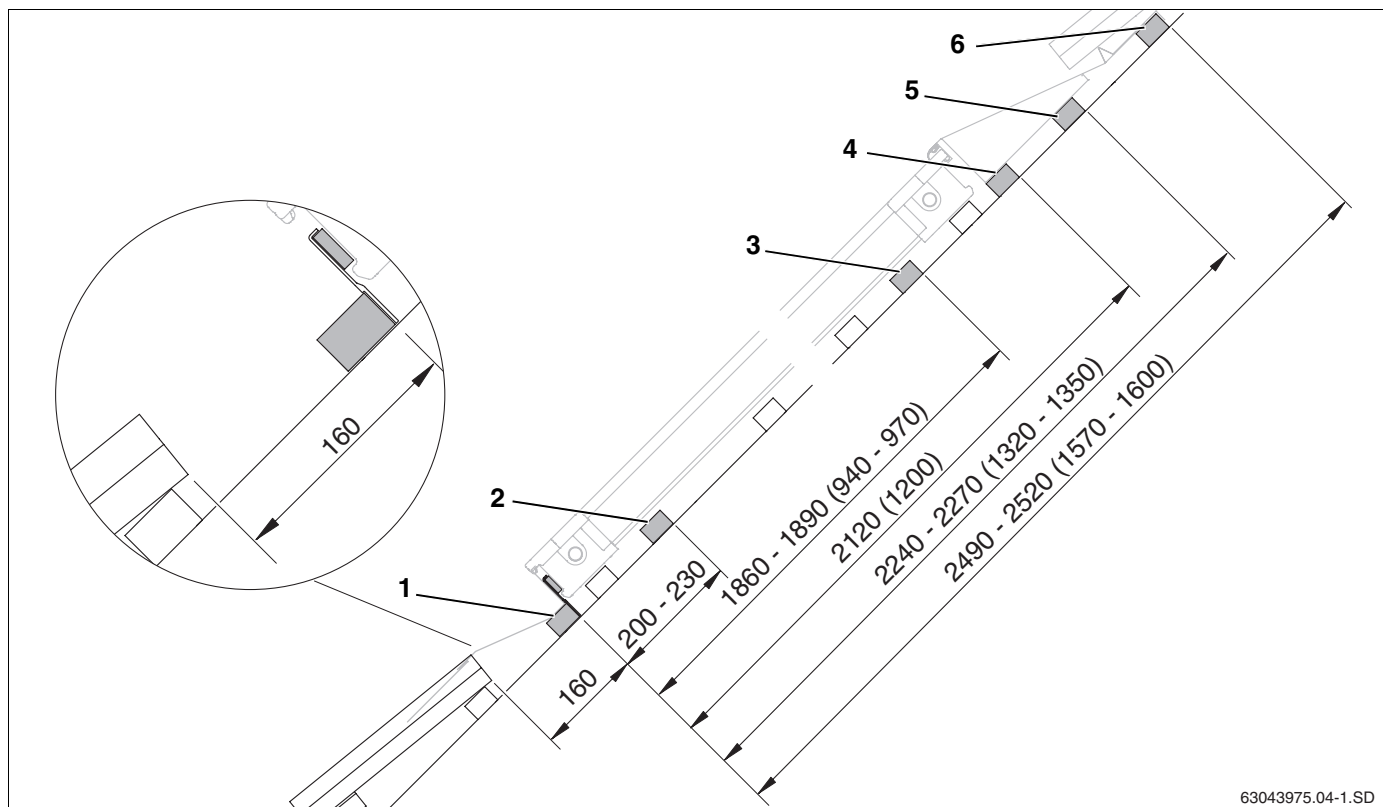

Fig. 14 Distanze dei listelli da tetto aggiuntivi in caso di montaggio di una fila di collettori (misure in mm, valori tra parentesi = versione orizzontale)
- Applicare il primo listello da tetto con le sicurezze anti scivolamento premontate (fig. 14, **pos. 1**).
- Applicare nella parte inferiore il secondo listello da tetto per i terminali di fissaggio (fig. 14, **pos. 2**).
- Applicare nella parte superiore il terzo listello da tetto per i terminali di fissaggio (fig. 14, **pos. 3**).
- Applicare il quarto listello da tetto per il sostegno del cuneo di polistirolo del profilo sagomato d'integrazione superiore (fig. 14, **pos. 4**).
- Applicare il quinto listello da tetto per il sostegno del profilo sagomato d'integrazione superiore (fig. 14, **pos. 5**).
- Applicare il sesto listello da tetto per il sostegno e il fissaggio del profilo sagomato d'integrazione superiore (fig. 14, **pos. 6**).
In caso di montaggio di più file di collettori, i listelli da tetto della prima fila devono essere installati come per il montaggio a una fila (fig. 14). Nella fila inferiore, il 5° e il 6° listello non trovano applicazione.